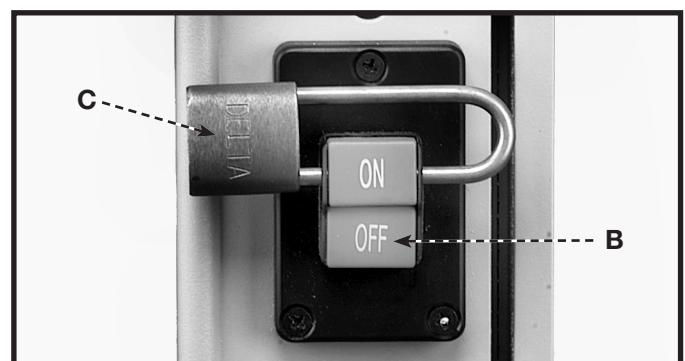

Fig. 22
L'interrupteur « ON/OFF » (MARCHE/ARRÊT) est situé sur le devant de la scie à ruban. Pour mettre la scie EN MARCHE appuyez sur le bouton (A) fig. 21 à la position « ON » (MARCHE). Pour ARRÊTER la scie, appuyez sur le bouton (B) fig. 22 à la position « OFF » (ARRÊT).